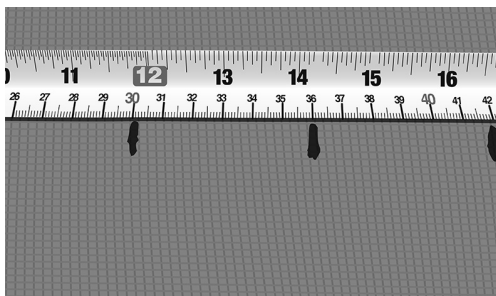

Fig. 3 Markera CC-avståndet på väggen eller golvet
3. Markera det beräknade CC-avståndet på väggen, på armeringsnätet eller på annat sätt (Fig. 3).